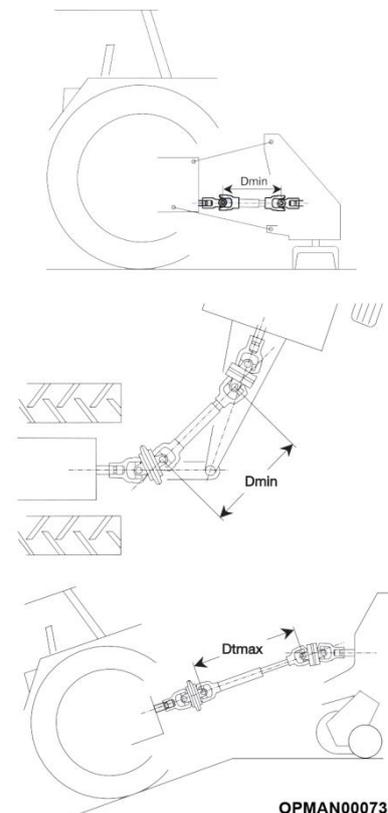

Abbildung 3.4 – Max./Min. Überlappung der Eingangswelle
Stellen Sie die Zugmaschine/Maschine so auf, dass die beiden Zapfwellenhälften zwischen den beiden Enden den Mindestabstand aufweisen, siehe Abbildung 3.4. Überprüfen Sie an dieser Stelle, ob es Behinderungen des Außenrohrs durch das Gabelinnenrohr gibt, und ob das Außenrohr gekürzt werden muss.
Bei gezogenen Maschinen gilt beim Lenken der Mindestabstand „Dmin“ (siehe Abbildung 3.4) zwischen den Gelenken. Vergewissern Sie sich, dass im Zustand der maximalen Verlängerung „Dmax“, der in der Regel auftritt, wenn die Maschine bei leichtem Gefälle nach unten fährt, die Verbindung zwischen den beiden Rohren noch ausreichend ist.
- 3.3.3.1 Stellen Sie Zugmaschine und Maschine bei angeschlossener Eingangszapfwelle in die engste mögliche Kurvenposition, D_{max} (siehe Abbildung 3.4).
- 3.3.4.6 Überprüfen Sie die Länge der Antriebswelle an den Minimal- und Maximalpositionen der Maschine. Siehe Abbildung 3.4 für Hinweise zu Dmin-/Dmax-Längen.